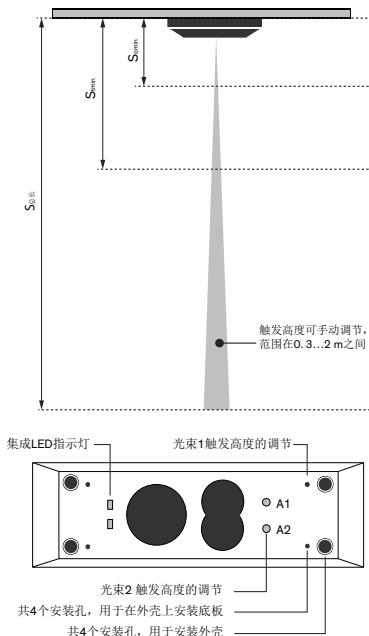

图 4: 产品的 工作距离 及 触发高度
5. 设定触发高度 (参见图4)
5. 设定触发高度(参见图4)
6. 设定触发高度(参见图4)